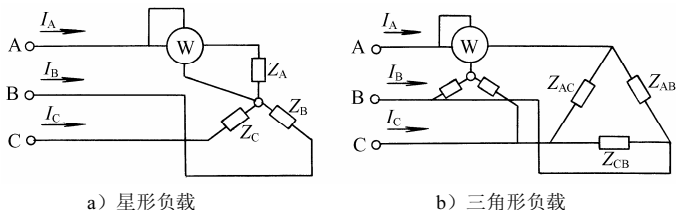

图 3-8 用一只功率表测量对称三相有功功率
(1) 当三相负载对称时,可用一只单相功率表测量三相有功功率,接线如图 3-8 所示。三相交流电功率为功率表指示值  $P'$  的 3 倍,即  $P=3P'$ 。